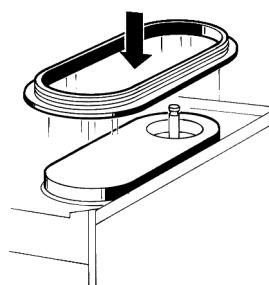

figure 8
- 4 Replacer le joint du réservoir sur l'évaporateur, en laissant la couronne plus épaisse en contact avec le plan égouttoir (voir figure 8).